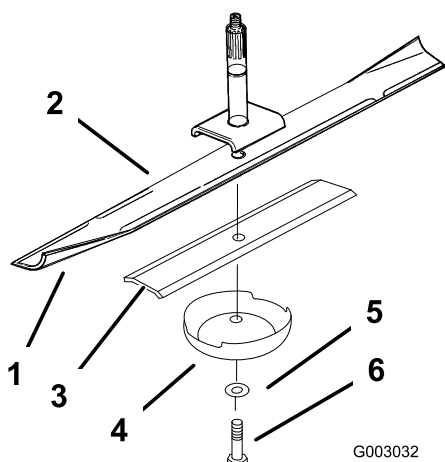
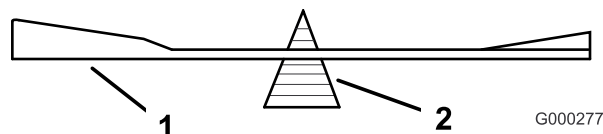

Figure 48
Figure 50
2. Enlevez de l'axe le boulon, le renfort de lame, la rondelle et la lame (Figure 48).
2. Vérifiez l'équilibre de la lame en la plaçant sur un équilibreur (Figure 50). Si la lame reste horizontale, elle est équilibrée et peut être utilisée. Si la lame est déséquilibrée, limez un peu l'extrémité de la partie incurvée seulement (Figure 48). Répétez la procédure jusqu'à ce que la lame soit équilibrée.
1. Placez la lame sur l'axe (Figure 48).
Important: Pour obtenir une coupe correcte, la partie incurvée de la lame doit être tournée vers le haut et dirigée vers l'intérieur du carter de tondeuse (Figure 48).
2. Posez la lame, le renfort, la rondelle plate et le boulon de lame (Figure 48).